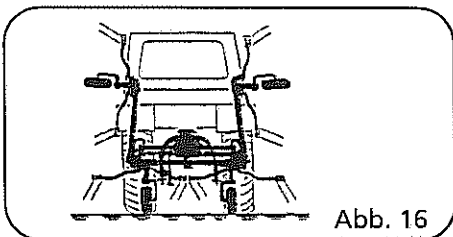

Abb. 16
1. Geräte absenken, bis mittlere Kreiselräder den Boden berühren (Abb. 16).